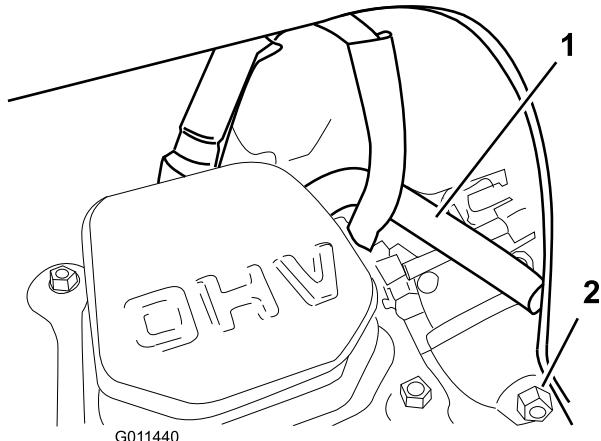

图36
注意：确保通气管经过火花塞电线上方，如 图36 中所示。
6. 通过化油器放油螺栓（图36），把化油器中的燃油排入经批准的汽油容器中。